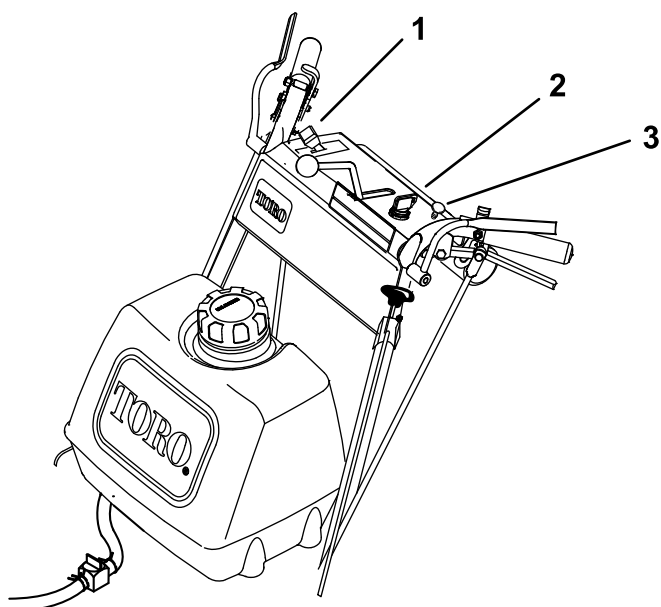

Figura 9
11. Innestate lo starter mentre il motore si riscalda (Figura 9).
2. Spostate la leva dell'acceleratore in posizione di MINIMA (Figura 9).